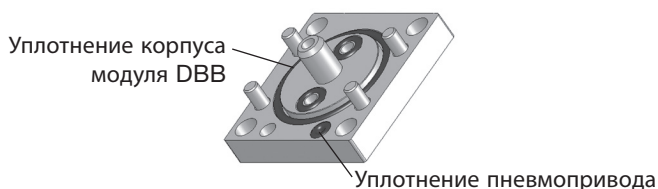

Рисунок 9
3. Чтобы заменить **уплотнение корпуса модуля DBB** (9-022) или **уплотнение пневмопривода** (9-004), снимите модуль и фланец (см. действия 1 и 2 в разделе **Замена фланца**). См. рисунок 9.